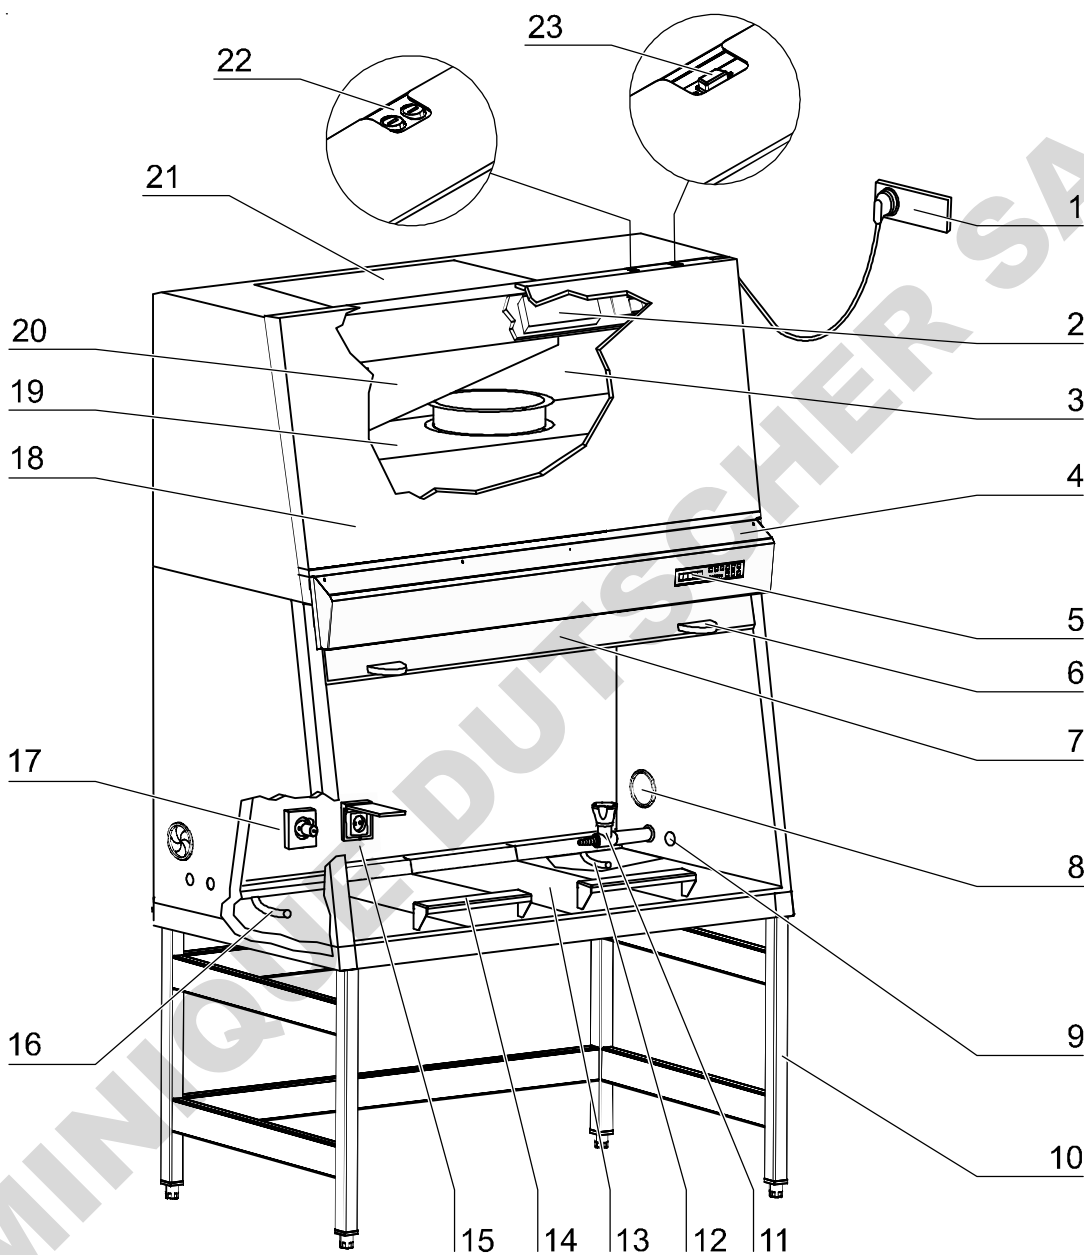

Fig. 3
- **Fig. 3** : Groupe de plénums [3] avec un plénum pour le ventilateur de circulation d'air [19] et un plénum pour le ventilateur d'extraction [20]. Les filtres pour l'air circulant et l'air évacué sont montés à la proximité immédiate du ventilateur concerné. À travers l'ouverture [20], l'air extrait est soufflé à côté de l'appareil. Le groupe de plénums est entouré par un revêtement [18].